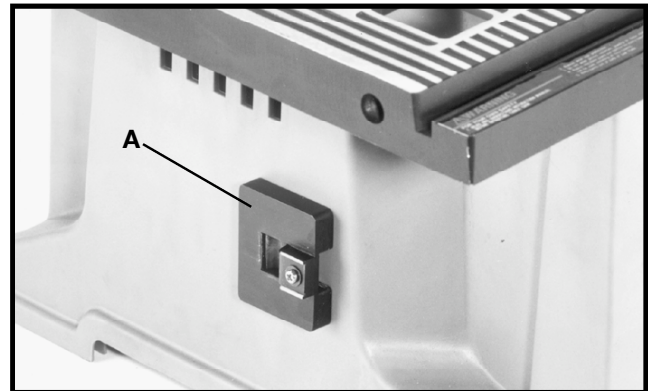
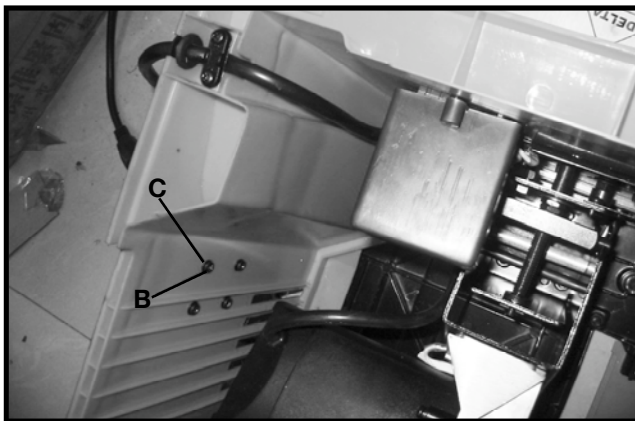

Fig. 26
Fig. 27
2. Assembler le porte-guide d'onglet (A) fig. 26, au côté gauche de l'armoire de la scie à l'aide de vis à tête cylindrique à dépouille (B) fig. 27 et de rondelles (C) de 4,8 mm (3/16 po) à partir de l'intérieur de l'armoire.